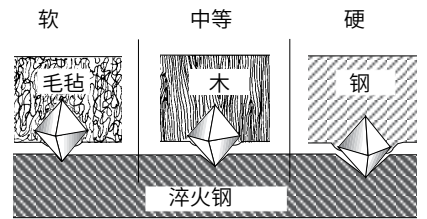

图 6. 载体硬度影响金刚石颗粒的外露和磨削量
- 对于软性载体，磨粒能够压入其中。此时尽管磨粒尺寸相同，而抛光的表面却更细。见下图 6。